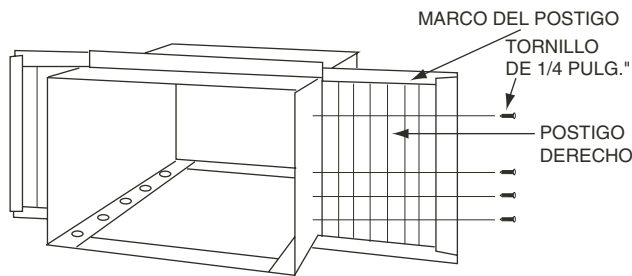

FIGURA 8 — INSTALACIÓN POSTIGO LATERAL
- Instale los postigos laterales (incluidos). Los postigos están identificados en cada marco como derecho e izquierdo. Deslice el marco de los postigos por los canales de la caja (arriba y abajo) de la unidad. Fije los postigos a la caja con cuatro de los tornillos de 1/4 de pulgada (incluidos). Vea la Figura 8.